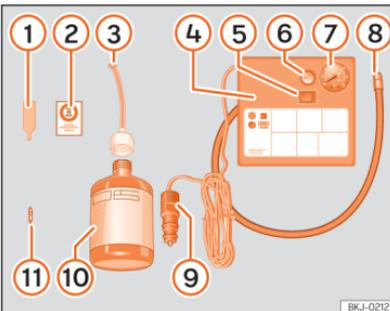

Abb. 247 Prinzipdarstellung: Bestandteile des Pannensets
Das Pannenset befindet sich im Gepäckraum unter dem Bodenbelag. Es besteht aus folgenden Bestandteilen >>> **(Abb. 247)**:
- Ventilkappe und Ventileinsatz vom Reifenventil abschrauben. Verwenden Sie den Ventileinsatzdreher >>> **(Abb. 247)** ① zum Heraus-schrauben des Ventileinsatzes. Legen Sie den Ventileinsatz auf einem sauberen Untergrund ab.
- Reifendruckfüllflasche kräftig schütteln >>> **(Abb. 247)** ⑩.
- Einfüllschlauch >>> **(Abb. 247)** ③ auf die Reifendruckfüllflasche schrauben. Die Folie am Verschluss wird automatisch durchstoßen.
- Verschlussstopfen vom Einfüllschlauch >>> **(Abb. 247)** ③ entfernen und das offene Schlauchende auf das Reifenventil schrauben.
- Ventileinsatz mit dem Ventileinsatzdreher >>> **(Abb. 247)** ① wieder in das Reifenventil schrauben.
- Reifendruckfüllschlauch >>> **(Abb. 247)** ⑧ des Luftkompressors fest auf das Reifenventil schrauben.
- Prüfen, ob die Luftablassschraube >>> **(Abb. 247)** ⑥ zugedreht ist.
- Kabelstecker »» (Abb. 247) ⑨ in eine 12-Volt-Steckdose des Fahrzeugs stecken »» S. 258.
- Luftkompressor mit dem EIN-/AUS-Schalter »» (Abb. 247) ⑤ einschalten.
- Kleben Sie den Aufkleber »» (Abb. 247) ② im Sichtfeld des Fahrers auf das Kombi-Instrument.
Schließen Sie den Reifenfüllschlauch »» (Abb. 247) ⑧ wieder an und lesen Sie den Reifenfülldruck an der Reifenfülldruckanzeige ⑦ ab.